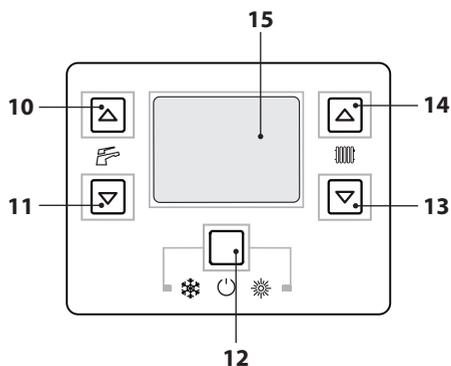

Figura 8.2
- Entrare in "modalità programmazione" premendo contemporaneamente per 10 secondi i tasti 12-13-14 (Figura 8.2) fino a far apparire sul display LCD le lettere **P01** che si alternano con il valore del parametro, indicando l'entrata nel "parametro 01" (Figura 8.3).
- Premendo il tasto 12 (Figura 8.2) si ottiene la conferma del valore inserito.
- Premendo contemporaneamente i tasti 12 e 13 (Figura 8.2) si esce senza modificare il valore (ritorno alla lista parametri Figura 8.4)
- Premendo contemporaneamente per 10 secondi i tasti 12-13-14 (Figura 8.2) si esce dalla "modalità programmazione".